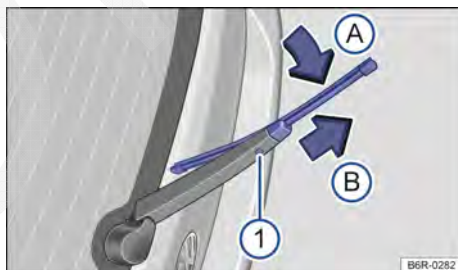

Fig. 272 Na parte traseira do veículo: substituir a palheta do limpador do vidro traseiro (Passat Variant).
- Manter pressionado a o botão de destravamento → Fig. 272 ①.
- Inclinar a palheta do limpador do vidro no sentido do braço do limpador do vidro → Fig. 272 (seta ①) e ao mesmo tempo retirar no sentido da seta ②. Para isto, poderá ser necessário um esforço maior.
- Introduzir a nova palheta do limpador do vidro traseiro **de mesmo tamanho e versão** no braço do limpador do vidro traseiro no sentido contrário da seta ②, até que ela se encaixe. Aqui a palheta deverá estar em posição dobrada (seta ①).